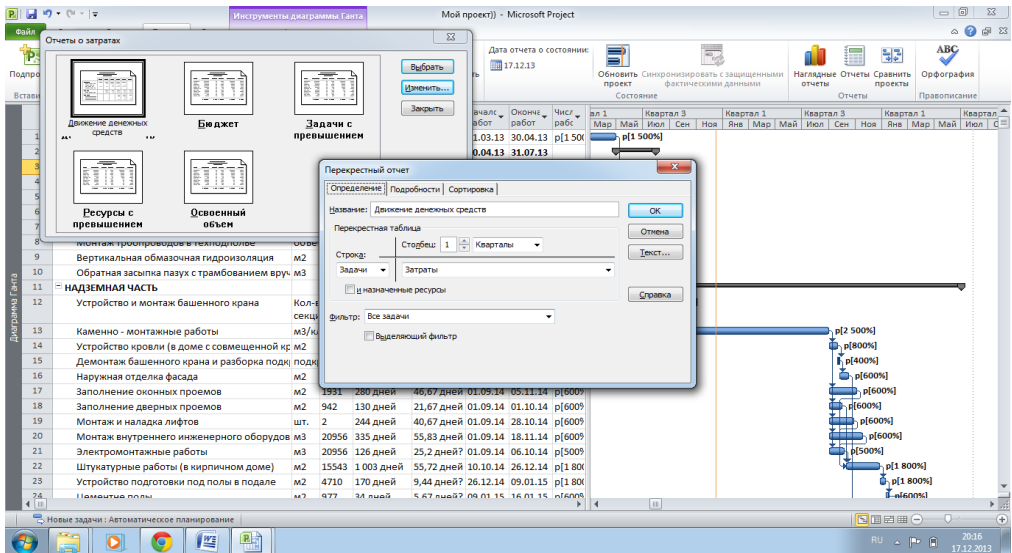

Рис.10.Создание отчета о движении денежных средств
- В окне **Отчеты о затратах** выбрать **Движение денежных средств** и щелкнуть на кнопку **Изменить** (рис.10).